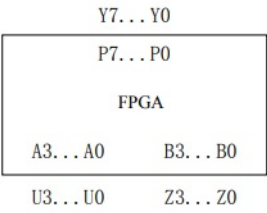

图1 FPGA引脚分配
(1) 根据上述阵列乘法器的原理，使用Quartus软件编辑相应的电路原理图并进行编译，其在FPGA芯片中对应的引脚如图1所示，框外文字表示连线标号，框内文字表示该引脚的含义（本实验例程见‘安装路径FPGAMultiplyMultiply.qpf’工程）。